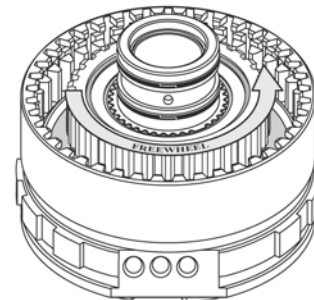

Figura 148
10. Mais uma vez, verifique o funcionamento correto da roda livre, conforme mostra a figura 148.